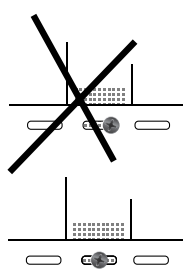

рис. 4
- Для крепления панелей используйте оцинкованные саморезы, что позволит избежать появления ржавых подтеков на панелях. Саморезы должны входить в крепежную основу строго перпендикулярно, ни в коем случае под углом, и строго по центру отверстий, предусмотренных в планках и панелях, это обеспечит возможное линейное расширение (рис. 4).